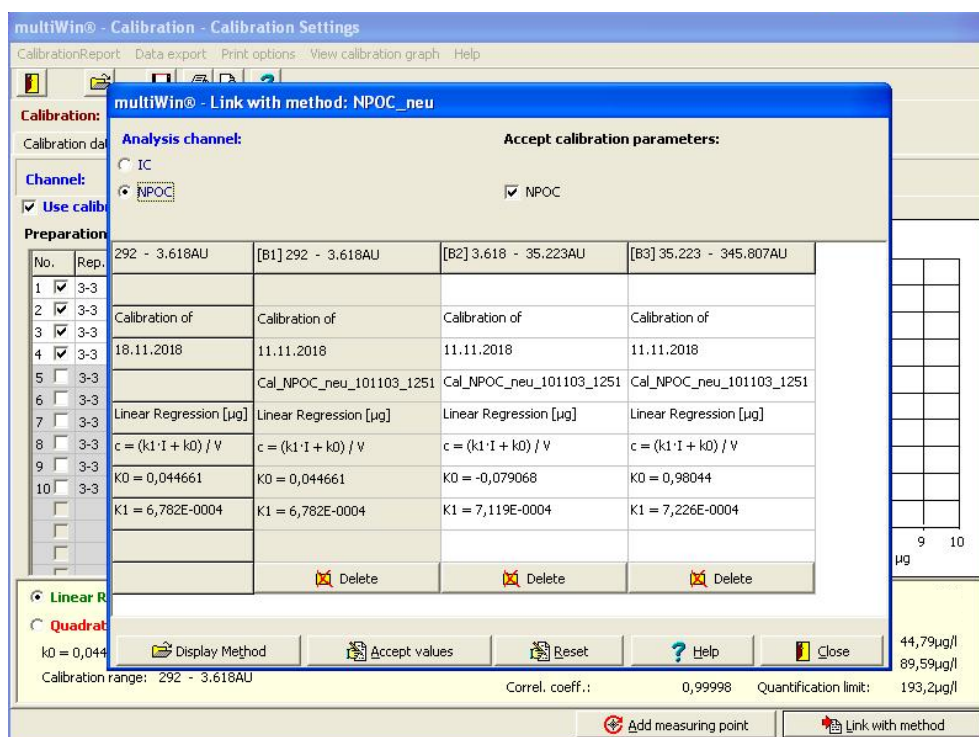

Fig. 27 Fenêtre LINK WITH METHOD en trois parties
- Une LIAISON SANS LACUNE signifie que l'extrémité supérieure d'une des plages de mesure correspond à l'extrémité inférieure de la suivante (voir le tableau Fig. 27, première ligne)